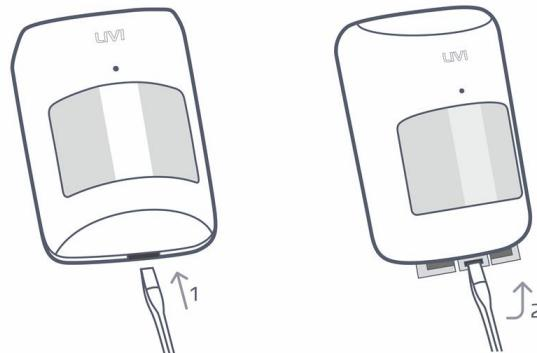

Рисунок 6.2 – Вскрытие корпуса датчика движения
1. Снимите корпус датчика с крышки-кронштейна (см. рисунок 6.2).
2. Снимите крышку-кронштейн с датчика (см. рисунок 6.2).